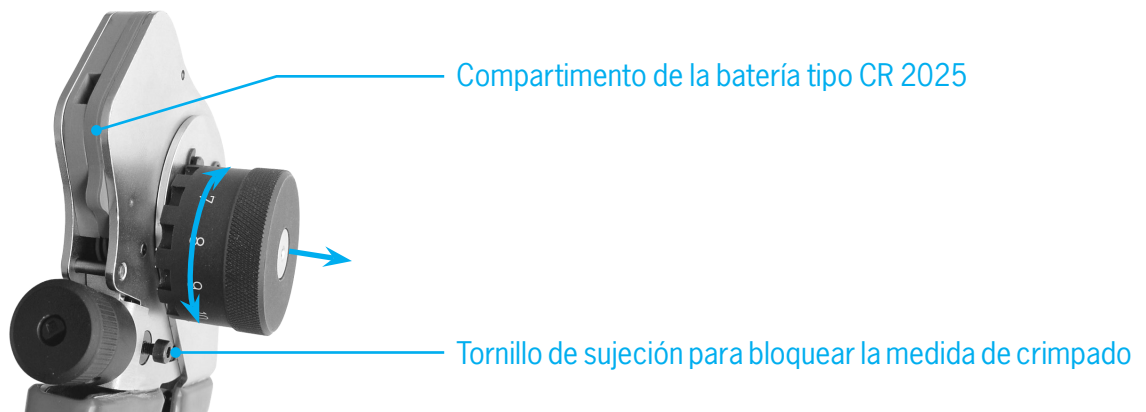

Imagen 2
- Consultar en la matriz de ajuste la configuración del mandril de crimpado y la posición del alojamiento para contactos (3) para el contacto que se va a crimpar.
- Ir cambiando la configuración del mandril de crimpado (profundidad de crimpado de los mandriles) girando la rueda de ajuste (8) hasta que el indicador digital muestre el valor deseado.
- Bloquear la configuración de las tenazas por medio del tornillo de sujeción (2).
- Llevar el alojamiento para contactos (3) a la posición establecida conforme a la matriz de ajuste girándolo y levantándolo lateralmente (véase imagen 2).